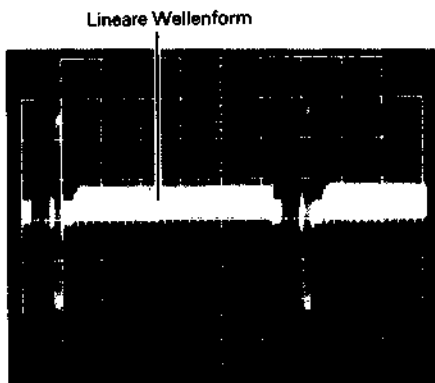

Abb. 4.14 Einstellung der Schwarzverfärbung
4. Den LUMA SHADING Regler (RT1110) auf eine lineare Wellenform einstellen (siehe Abb. 4.14).